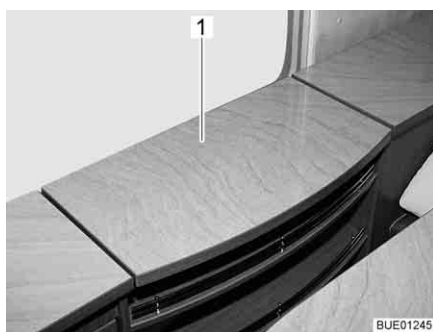
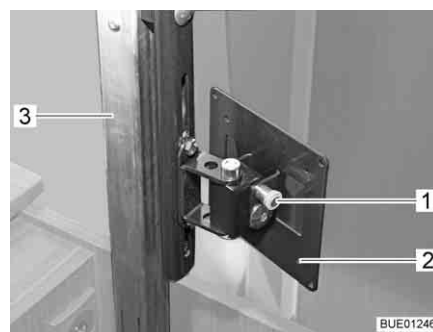

Bild 51 TV-fack
Bild 52 Lyftmekanism
- Tryck, i mitten, lätt ner locket (Bild 51,1) till TV-facket. Den höj- och sänkbara pelaren (Bild 52,3) låses upp och körs uppåt.
- Drag ut låsknappen (Bild 52,1) och vrid fästet (Bild 52,2) med den platta bildskärmen till önskat läge.
- Vrid tillbaka den platta bildskärmen till utgångsläget, tills fästet (Bild 52,2) hakar fast i låset.
- Tryck ner locket (Bild 51,1) i mitten mot den höj- och sänkbara pelarens (Bild 52,3) motstånd, tills låset hakar fast.